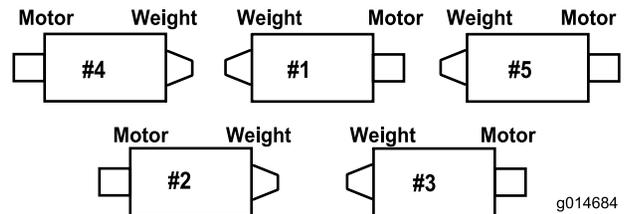
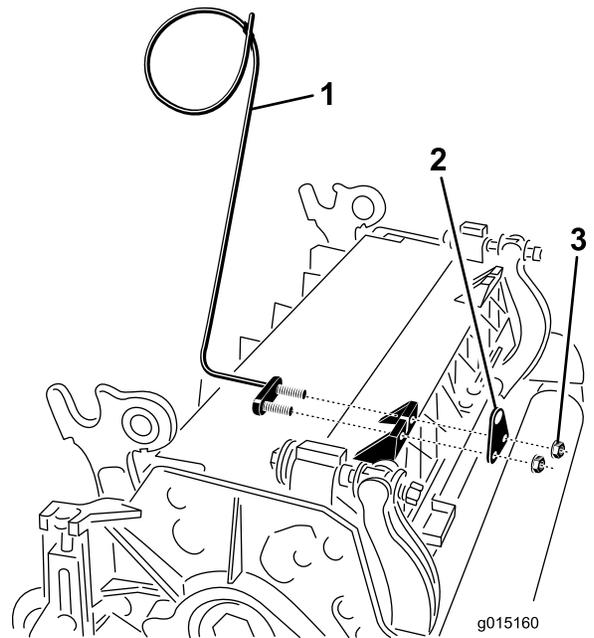

図 7
図 8
**重要** #4左前カッティングユニットと、#5右前カッティングユニットでは図 7、ロッドブラケット取り付けナットを使って、各ユニットのタブの前に、ホースガイドを取り付ける図 8。ホースガイドは、中央カッティングユニットに向かって傾斜するのが正しい図 8と図 9。